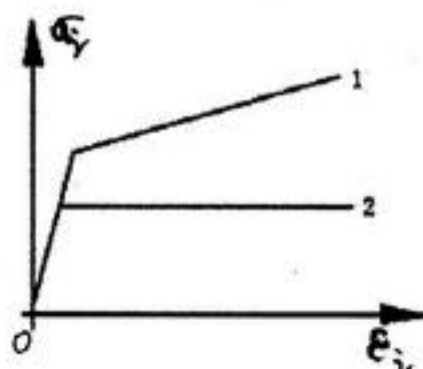

图 2
- 3、已知材料的两条等效应力应变曲线如图 2 所示。它们是否考虑了弹性变形?